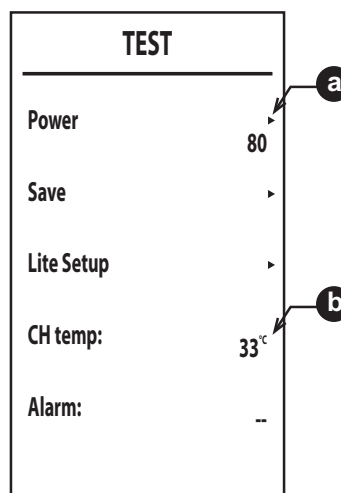

рис. 31
4. Используя кнопки отопления, просмотрите первые 3 позиции (Power, Save, Lite Setup - рис. 31) и нажмите кнопку , чтобы подтвердить свой выбор.